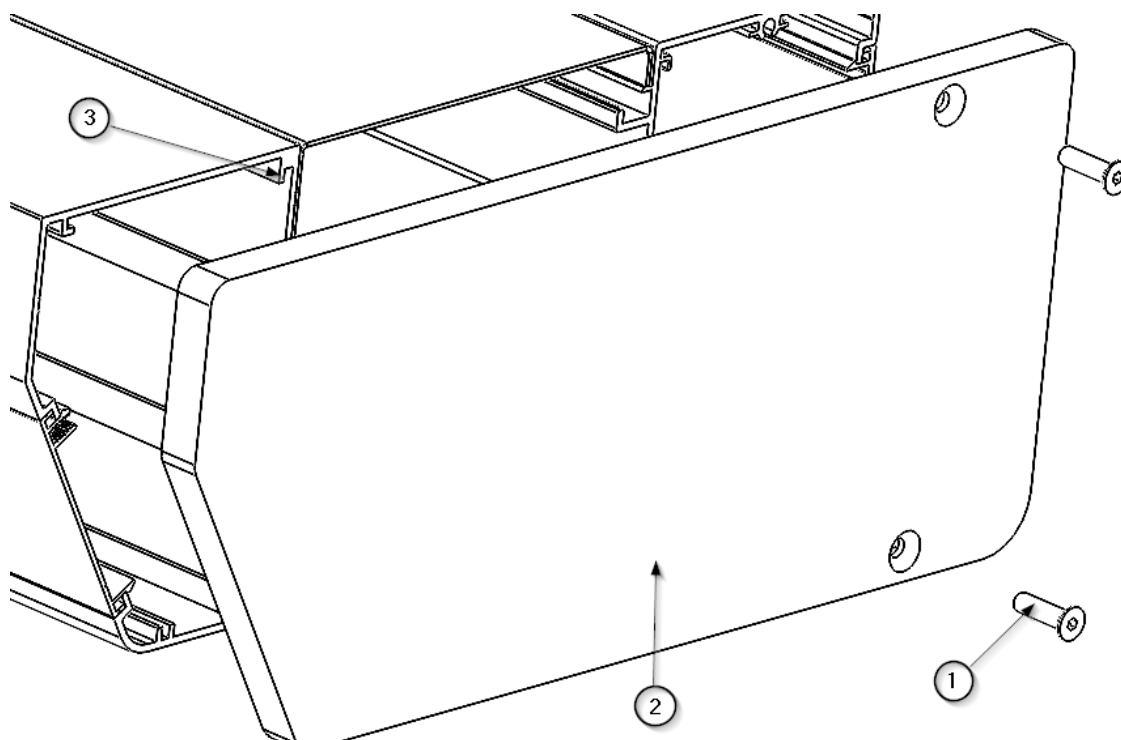

Fig. 9 Démontage / montage des embouts sur le corps principal TOR
- À l'aide d'un outil Allen, retirez les 2 vis M4 x 16 ① et dégagez les languettes latérales ③ du panneau latéral ②, comme le montre la figure 9.